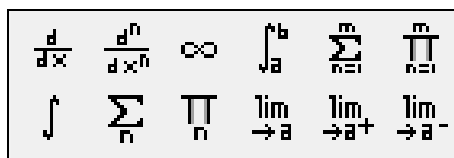

Рис. 1.7. Панель Математический анализ (Calculus)
5. **Математический анализ (Calculus)** – шаблонами производных, интегралов, суммирования, произведений и пределов (рис. 1.7).